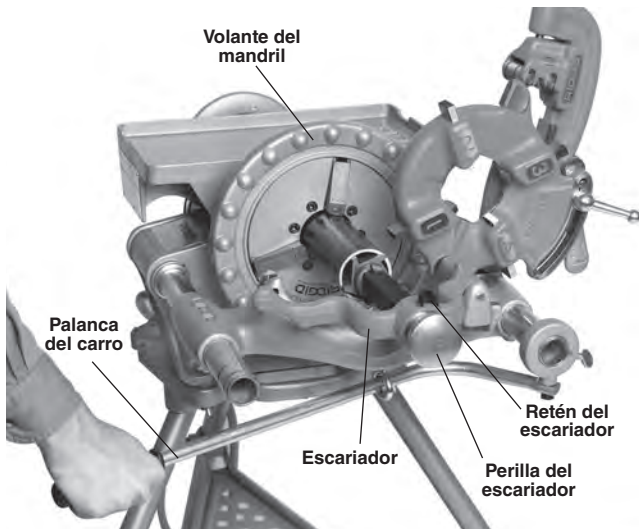

Figura 22 - Escariado con el escariador No. 341
2. Para extender el escariador, presione el retén y deslice la perilla hacia el tubo hasta que el retén encaje el extremo de la barra (Figura 22).